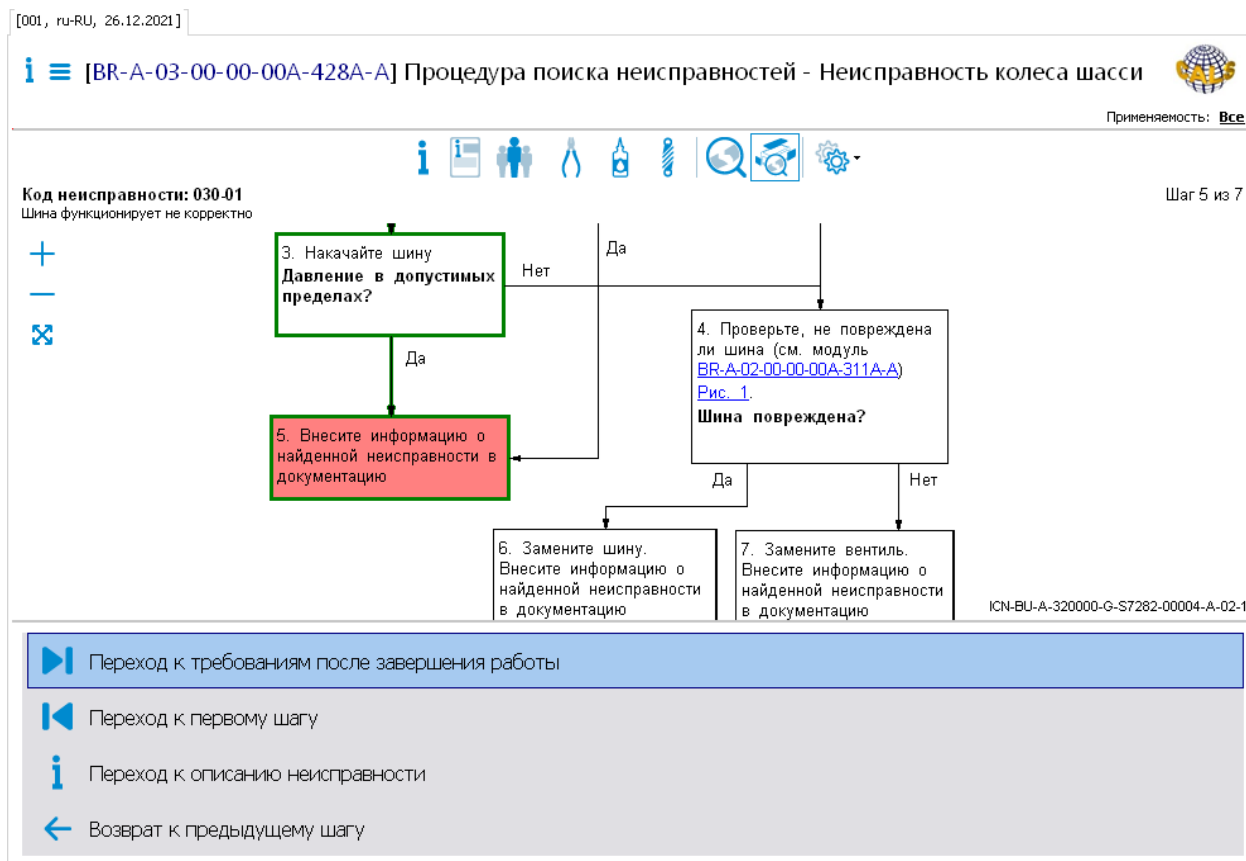

Рис. 174
4. Выберите ответ на вопрос, например, «Да». После этого, в соответствии со схемой, произойдет переход на шаг процедуры, соответствующий выбранному ответу (рис. 174).
На схеме красным цветом выделен объект, соответствующий завершению поиска неисправности (см. рис. 174). Из этого шага можно перейти к просмотру требований после завершения работы или перейти к просмотру описания неисправности.